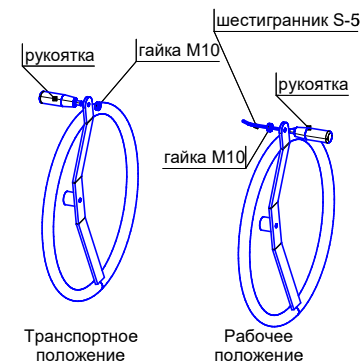

Рис.4 Переустановка рукоятки
8.3 Рукоятка маховика 14(рис.1) установлена в положении для транспортировки. При подготовке бетоносмесителя к работе рукоятку необходимо переустановить в рабочее положение с лицевой стороны маховика, согласно рис.4.